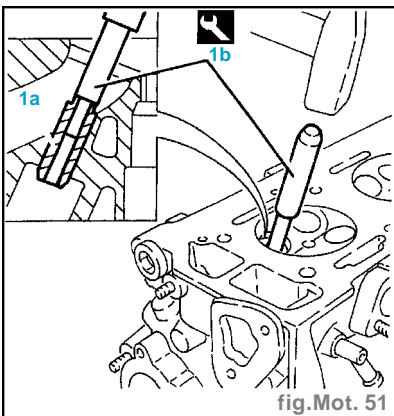

fig. Mot. 51
- Déposer les guide-soupapes (1a) à l'aide de l'outil (1b) (fig. Mot. 51).